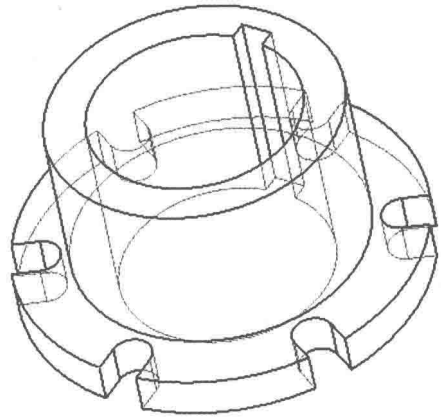

图 1-13 “隐藏线”显示方式
- ②  隐藏线：使隐藏线以灰色显示，如图 1-13 所示。